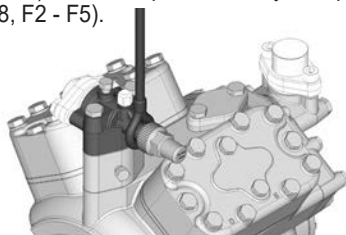
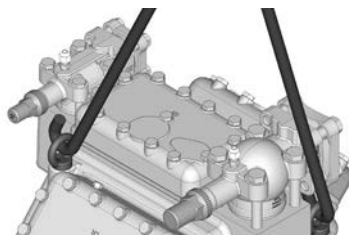

Рис. 8
Рис. 9
- Возможность транспортировки и подвешивания на транспортной петле (рис. 9, F14 - F16) или непосредственно у запорного вентиля на линии нагнетания (рис. 8, F2 - F5).